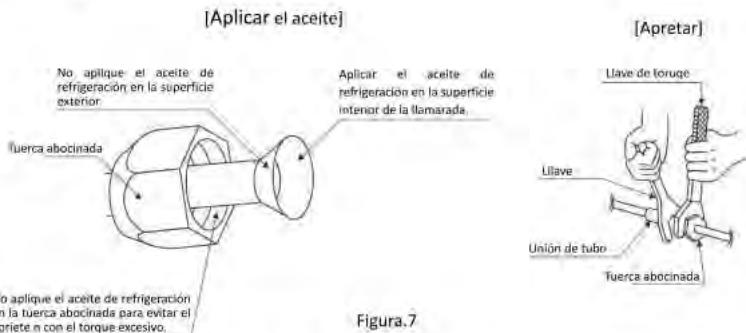

Figura.7
2. Alinear el contador de artículo de tubo de conexión con las superficies cónicas adecuadas de artículos interior y exterior. Sujetar la tuerca de conexión manualmente. Hacerlo con una llave mostrada en Figura.7, utilizando el torque arriba en Tabla 1.